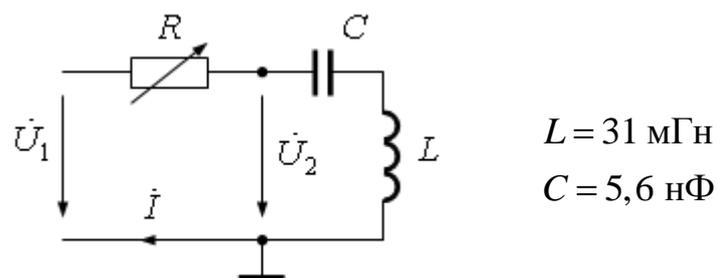

Рис.2.2.1. Схема фильтра второго порядка
2.2. Собрать виртуальную схему рис. 2.2.1, рассчитать АЧХ и ФЧХ цепи при двух значениях сопротивления R : 1 кОм и 10 кОм. Полученные зависимости попарно совместить на одном графике.